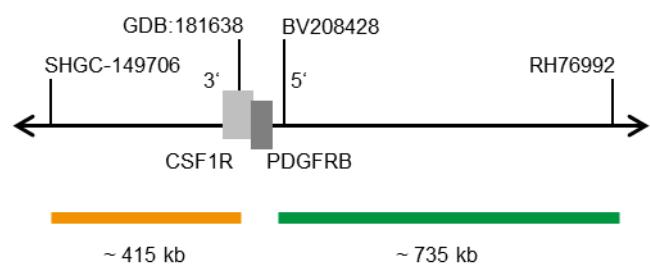

Fig. 1: SPEC PDGFRB Mapa da sonda (sem escala)
- Polinucleótidos (~10.0 ng/μl) com marcação ZyGreen (excitação 503 nm/emissão 528 nm), dirigidos ao mapeamento de sequências alvo em 5q32-q33.1* (chr5:149,548,518-150,285,722) distais ao ponto de quebra do gene PDGFRB (ver Fig. 1).
- Polinucleótidos (~4.5 ng/μl) com marcação ZyOrange (excitação 547 nm/emissão 572 nm), dirigidos ao mapeamento de sequências alvo em 5q32* (chr5:149,058,515-149,471,369) proximais ao ponto de quebra do gene PDGFRB (ver Fig. 1).